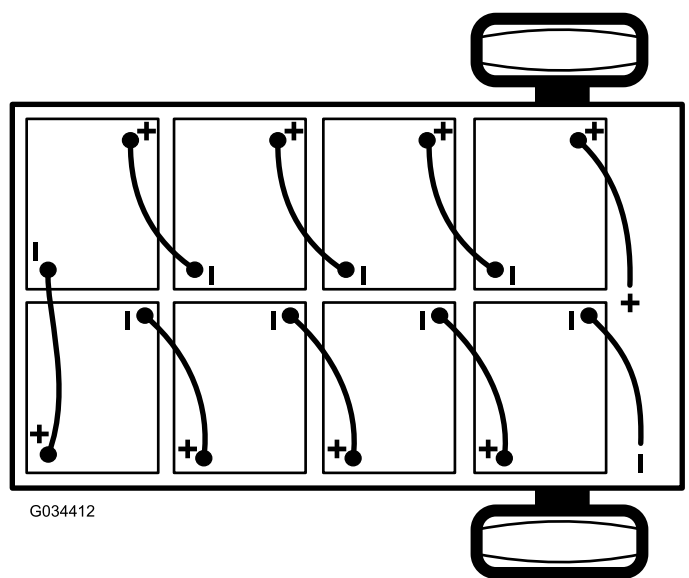

Рисунок 40
2. Отсоедините главный отрицательный кабель аккумулятора (черный), который соединяет блок аккумуляторов с точкой заземления автомобиля (Рисунок 40).
3. Отсоедините главный положительный кабель аккумулятора (красный), который соединяет блок аккумуляторов с главным контактом автомобиля (Рисунок 40).
**Примечание:** При установке аккумуляторов обращайте внимание на их полярность (Рисунок 40).
6. Соедините аккумуляторы между собой, как показано на Рисунок 40, с помощью промежуточных соединительных кабелей, снятых при выполнении пункта 1.
2. Подсоедините главный положительный кабель аккумулятора (красный) между блоком аккумуляторов и автомобилем (Рисунок 40).
3. Подсоедините главный отрицательный кабель аккумулятора (черный) между блоком аккумуляторов и автомобилем (Рисунок 40).